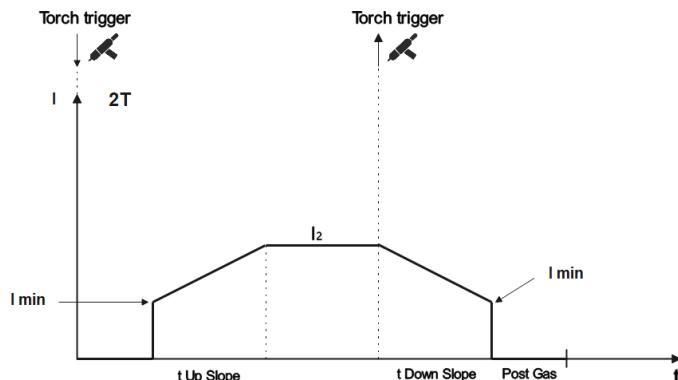

Fig 11.
* 2T – Quando o gatilho da tocha (Torch trigger) é pressionado, o gás começa a fluir até que o soldador faça a ignição pelo LIFTIG (ver Fig. 11) e o arco é estabelecido. A corrente sobe de acordo com o tempo de UPSLOPE para o valor ajustado de I_2 . Quando o gatilho da tocha é libertado, a corrente diminui de acordo com o valor de ajuste de DOWNSLOPE, o arco se extinguisse e o tempo do POST GAS começa.
* 2T – Le gaz commence à s'écouler selon le temps réglé lorsque l'on appuie sur la gâchette de la torche (Torch trigger), et l'arc est établi par LIFTIG (voir Fig.11). Le courant augmente en fonction du temps de UPSLOPE jusqu'à la valeur I_2 . Lorsque la gâchette de la torche est relâchée, le courant diminue en fonction de la valeur du courant de DOWNSLOPE. L'arc s'éteint et le temps de POST GAS commence.
** 4T – Le gaz commence à s'écouler selon le temps réglé lorsque l'on appuie sur la gâchette de la torche (Torch trigger). Lorsque la gâchette de la torche est relâchée, l'arc s'établit automatiquement par LIFTIG (voir Fig. 11). Le courant augmente en fonction du temps de UPSLOPE jusqu'à la valeur I_2 . Lorsque la gâchette de la torche est enfoncee et relâchée, le courant diminue en fonction de temps de DOWNSLOPE. L'arc s'éteint et le temps de POST GAS commence.